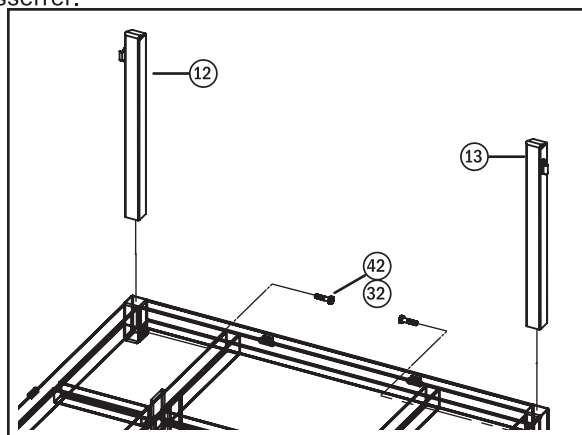

Fig. 15
Étape 17 : Installez les montants de ridelle. Installez les montants de ridelle gauche et droit (12 et 13) avec la clenche de loquet du même côté que les roues et comme indiqué sur la fig. 15. Utilisez deux boulons M10 x 40 avec deux écrous M10 (32) et installez les boulons dans les deux trous filetés du plateau. Serrez ces boulons suffisamment pour empêcher les montants de sortir, puis serrez les écrous pour empêcher les boulons de se desserrer.